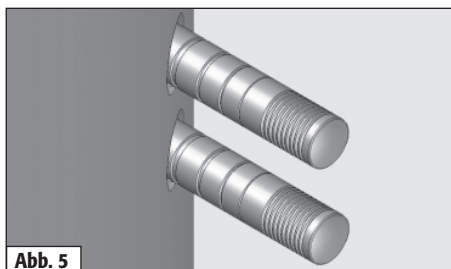

Abb. 5
Primärluft vollständig öffnen	Primärluftschieber (I) ganz herausziehen (Abb. 5)
Sekundärluft vollständig öffnen	Sekundärluftschieber (II) ganz herausziehen (Abb. 5)